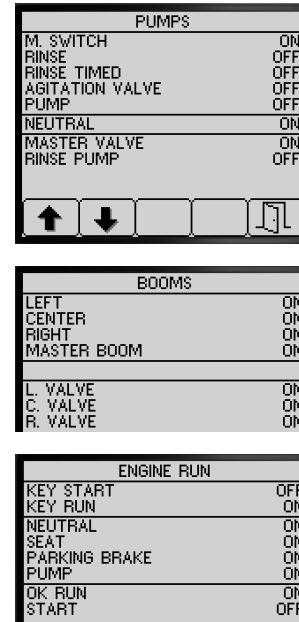

Figura 85
3. Utilice el botón 1 o el botón 2 para desplazarse y revisar la información de estado de las entradas y salidas del sistema de fumigación (Figura 85).